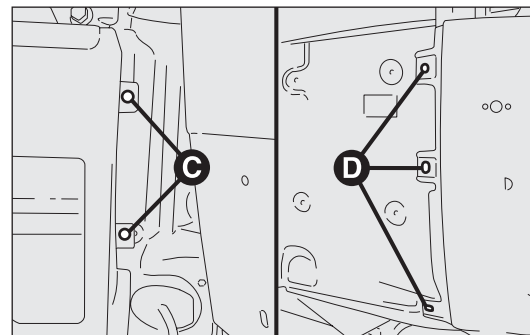

fig. 199
- draai de twee bevestigingen C-fig. 199 aan de zijde van de achterdeur los; deze zijn bereikbaar nadat de deur iets geopend is;
- draai de drie bevestigingen aan de zijkant D op het zijpaneel los; deze zijn bereikbaar nadat de lijst aan de zijkant is verwijderd fig. 199. Voor het verwijderen van de lijst, moet u de drie onderste zelftappende bouten losdraaien en voorzichtig de klikpennen losmaken om te voorkomen dat ze breken. Als een of meer pennen breken, moet u ze vervangen;